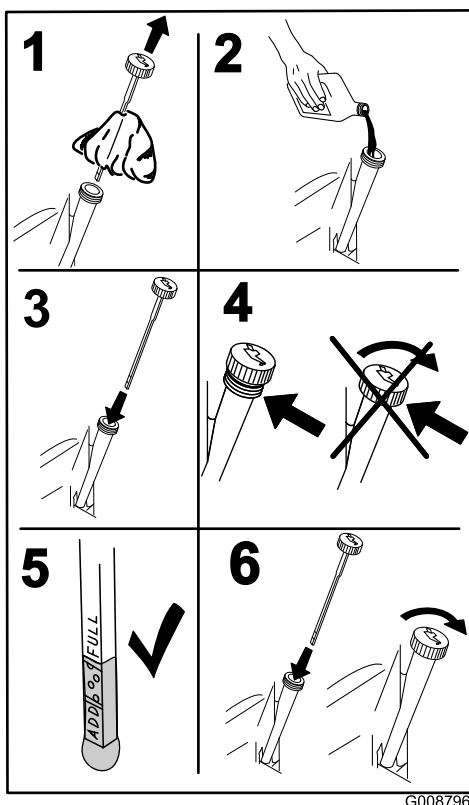

Figure 38
4. Sortez la jauge et essuyez-la sur un chiffon propre (Figure 38).